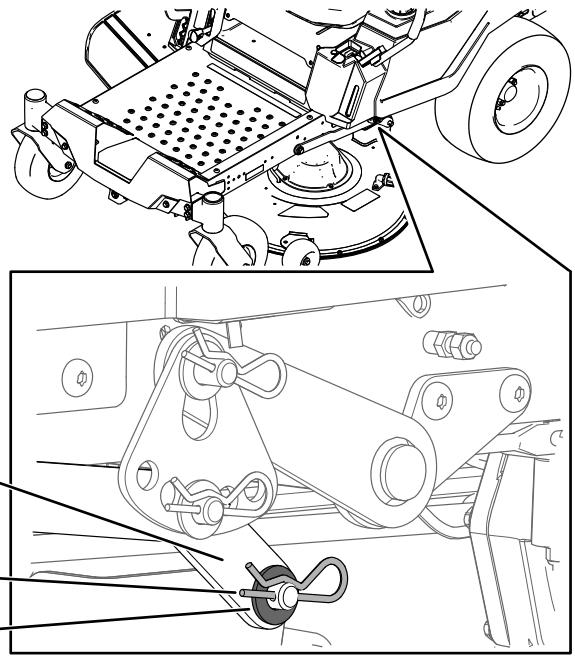

Figura 67
6. En un lado de la máquina, retire la arandela y la chaveta del pasador de la carcasa (Figura 67).
7. Retire el brazo de elevación del pasador de la carcasa (Figura 67).
de elevación en el pasador de la carcasa (Figura 67).
6. Instale el brazo de elevación usando la arandela y la chaveta (Figura 67).